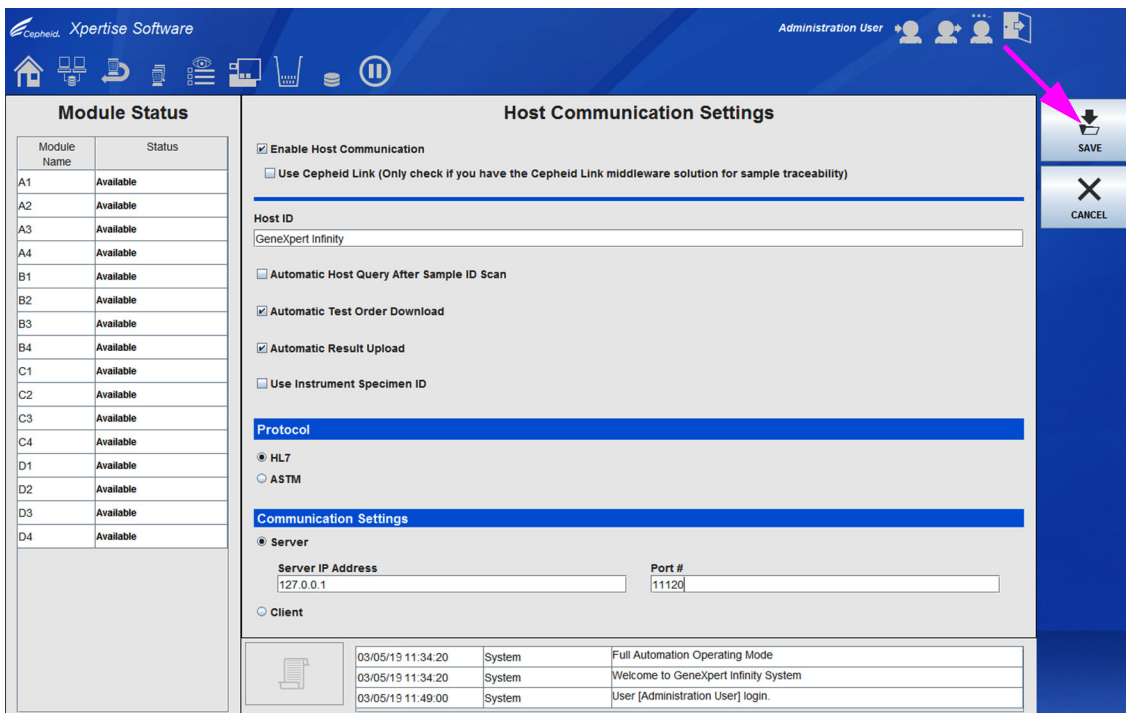

图 2-33. 编辑后的主机通信设置 (Host Communication Settings) 工作区
8. 在您设置完主机通信后 (根据需要), 选择**保存 (SAVE)** 按钮。请参见图 2-33。